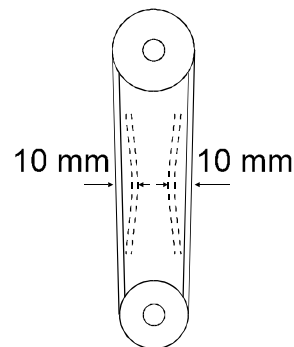
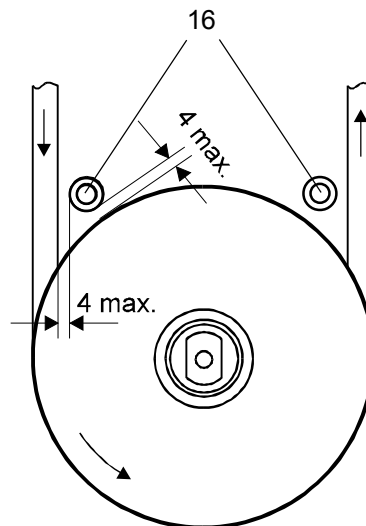

Abb. 6.2
Abb. 6.6
Der Riemen ist richtig gespannt, wenn die beiden gegenläufigen Seiten des Riemens mit einer Länge $l = 1060 \text{ mm}$ durch Druck (Druckkraft $F = 10 \text{ N}$) zwischen Daumen und Zeigefinger des Monteurs um ca. 20 mm zusammengedrückt werden können (Abb. 6.2).
- Riemenabfallsicherung (8) und die beiden Riemeneinlaufsicherungen (16) lockern und nach außen schieben.
- Paßfeder (3) in die Nut der Motorwelle (4) einlegen.
- Keilriemenscheibe (5) so auf die Motorwelle (4) schieben, daß die Paßfeder (3) in die Federnut der Bohrung der Keilriemenscheibe paßt.
- Keilriemenscheibe (5) mittels der Mutter (6) axial auf der Motorwelle festziehen.
- Mutter (6) durch Festdrehen der Sicherungsschraube (7) sichern.
- Riemen auflegen und über das Gelenk (9) zwischen Konsole (10) und Motoraufhängung (11) spannen (s. Abb. 6.2).
- Riemenschutz-Unterteil (1) nach Riemenlauf ausrichten und mit den Schrauben (2) festziehen.
- Riemenabfallsicherung (8) in Richtung Keilriemenscheibe schieben (Abstand max. 3 mm) und festziehen.
- Riemeneinlaufsicherungen (16) so weit nach innen verschieben, daß die Abstände zwischen Sicherungszylinder und Riemenscheibe und Sicherungszylinder und Riemen jeweils nicht größer als 4 mm sind (s. Abb. 6.6).